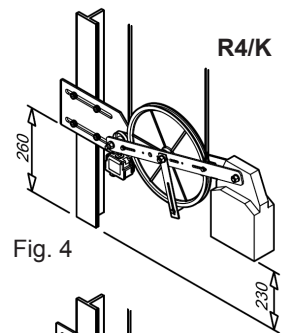

Fig. 4
- Soutenir le contrepoids des modèles avec des contrepoids horizontale jusqu'à ce qu'il se situe en position oblique (Fig. 4).
Si le montage a été correctement effectué, le contrepoids horizontal devrait prendre une position légèrement dans l'angle vers le haut (Fig. 4).